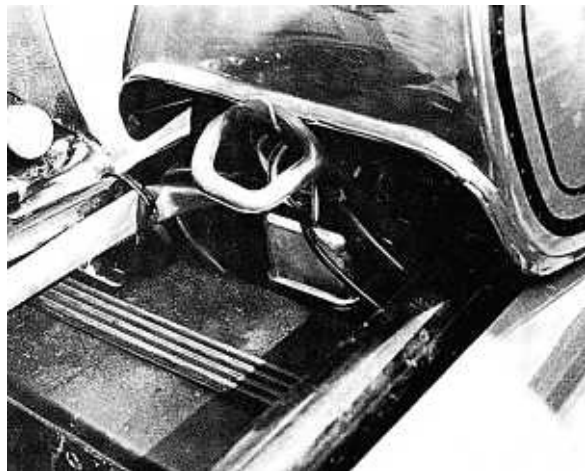

Bild 241
- Der Tank liegt am Vorderende auf zwei Gummizapfen auf, die in angeschweissten Haltern unmittelbar hinter dem Lenkkopf sitzen. Der Tank muss fest auf diese Zapfen aufgeschoben werden. Bei den Zweizylindern liegt der Tank hinten auf zwei halbzylindrischen Gummiauflagen auf, die auf kleinen angeschweissten Zapfen stecken (Bild 158). Bei den Dreizylindern stützt sich der Tank hinten auf zwei Gummizapfen ab, die in den etwa senkrecht laufenden Rahmenrohren stecken. An den ältesten Zweizylindern wurde der Tank hinten von zwei Metallaschen gesichert, bei allen anderen Modellen durch eine Gummistrippe (Bild 241).